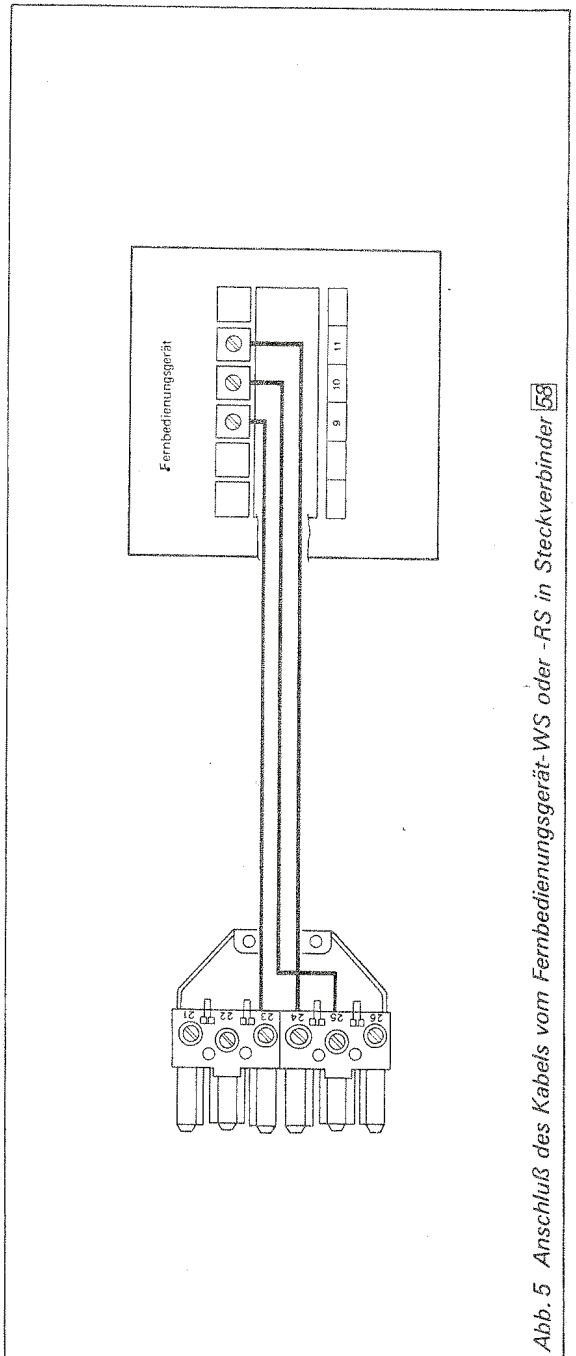

Abb. 5 Anschluß des Kabels vom Fernbedienungsgerät-WS oder -RS in Steckverbinder [58]
1. Anschlußkabel vom Fernbedienungsgerät-WS oder -RS in Steckverbinder [58] entsprechend Abb. 5 anschließen.